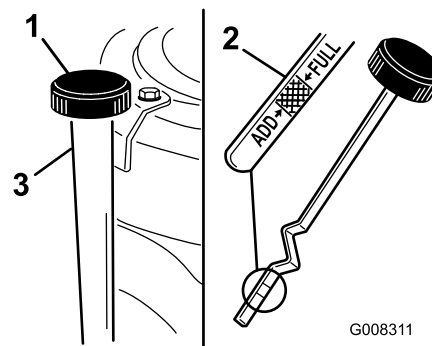

Figure 24
7. Nettoyez la surface autour de la jauge d'huile (Figure 24) pour éviter que des impuretés ne s'introduisent dans le goulot de remplissage, ce qui risquerait d'endommager le moteur.
8. Retirez la jauge d'huile et essuyez soigneusement l'extrémité métallique (Figure 24).
9. Revissez la jauge complètement dans le goulot de remplissage (Figure 24).
11. Nettoyez la surface autour du bouchon de la jauge de niveau d'huile et dévissez le bouchon (Figure 24).
12. Versez avec précaution environ 80% de l'huile moteur dans le goulot de remplissage (Figure 24) (voir Vidange de l'huile moteur et remplacement du filtre).